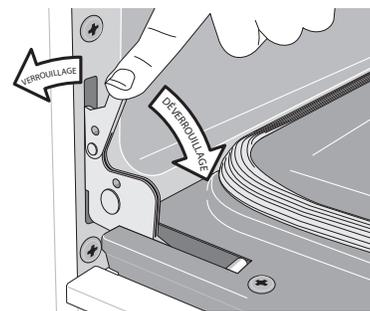

Figure 20 : Verrous des charnières de la porte
2. Abaissez complètement les verrous des charnières de gauche et de droite du cadre de la cuisinière vers la porte du four (voir Figure 20). Vous pourriez avoir besoin d'un petit tournevis à tête plate.